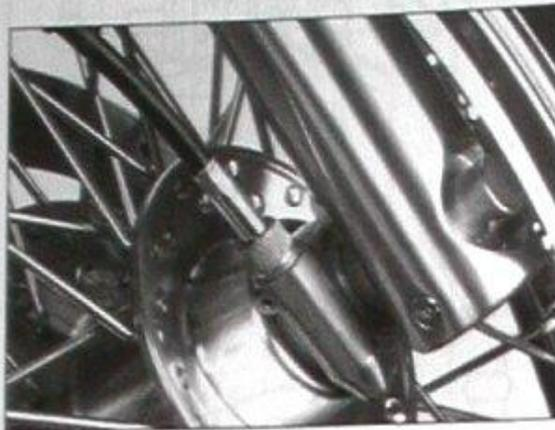

Bild 257
- Rechts Tachowelle ausdrehen (Bild 257).